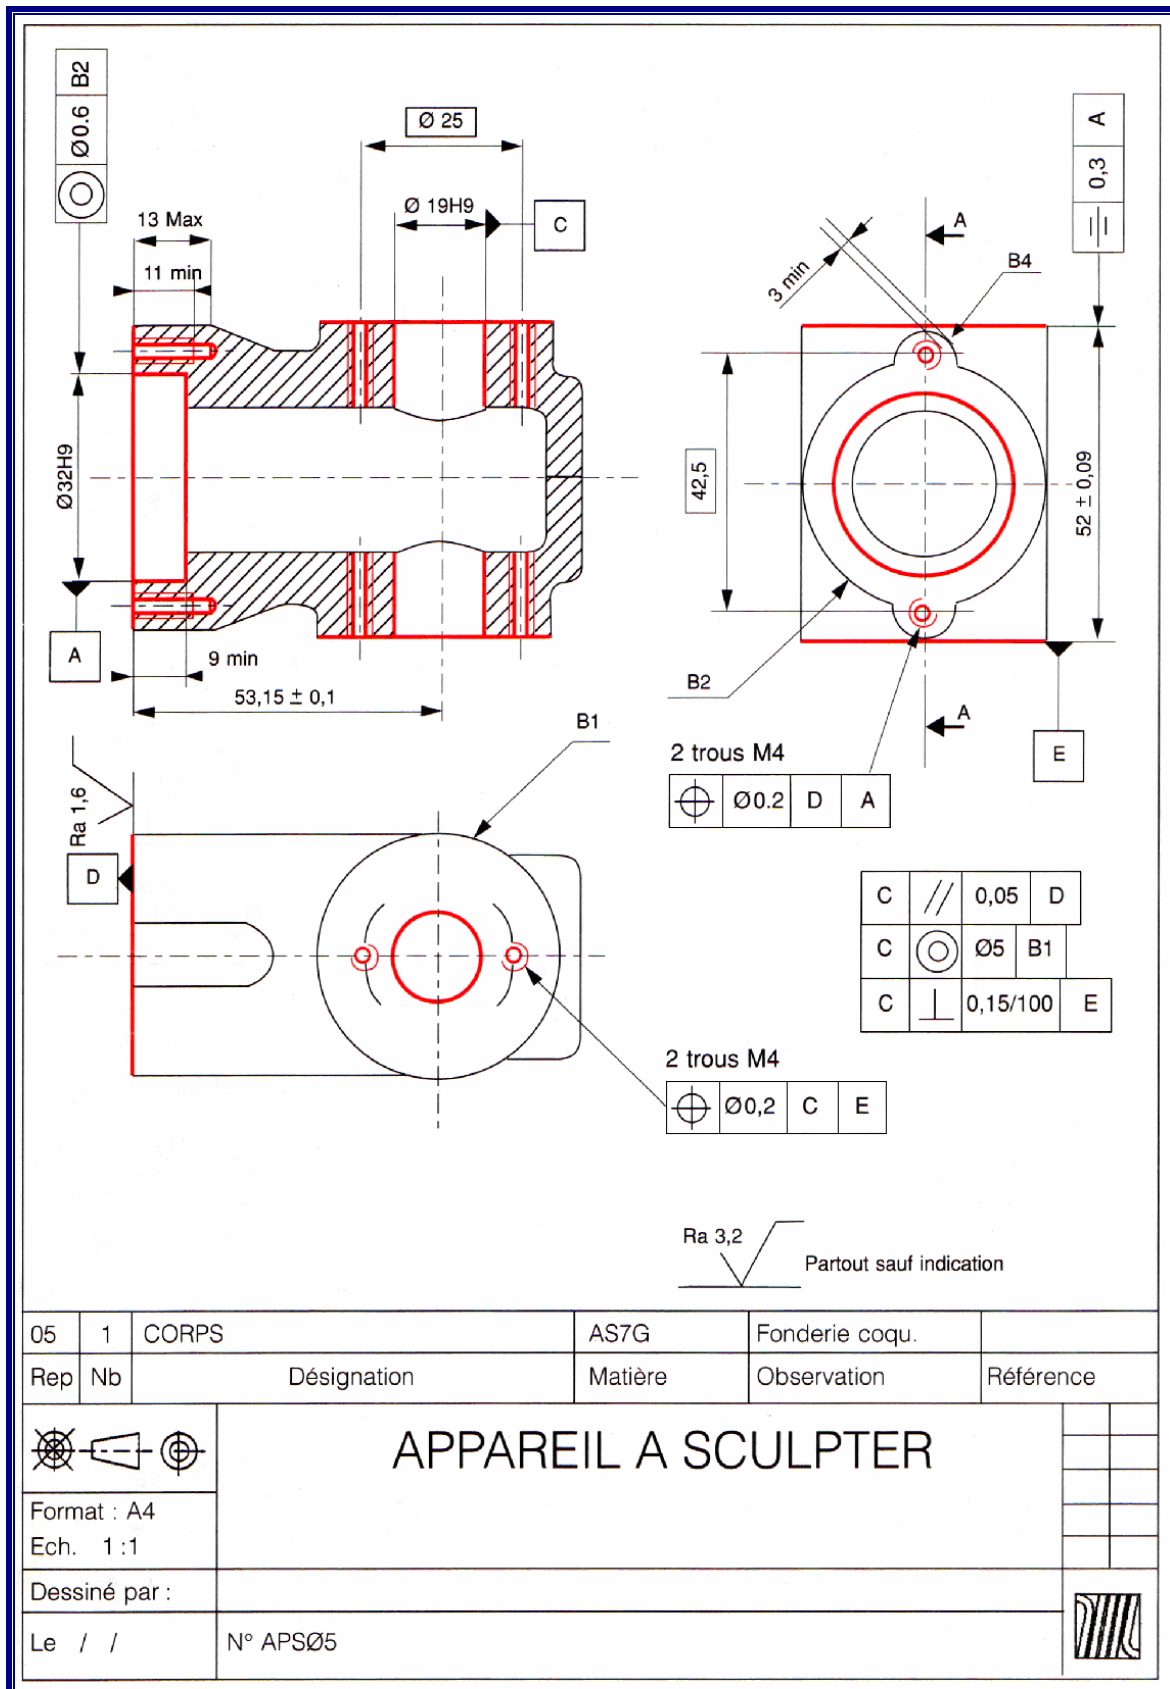

Figure 2. Dessin de définition du produit fini
1.2 Dessin de définition de produit fini (fig. 2)